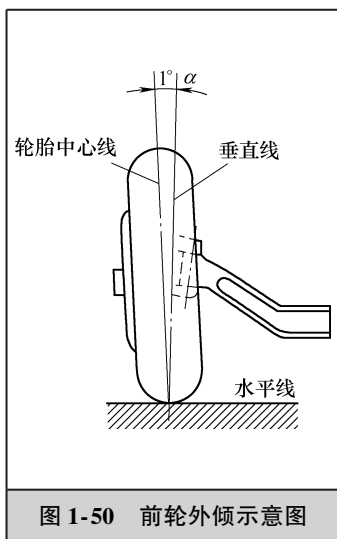

图 1-50 前轮外倾示意图
(3) 前轮外倾 农用车前轮上方略向外倾斜，前轮旋转平面与纵向垂直平面形成夹角，称为前轮外倾角，如图1-50所示。